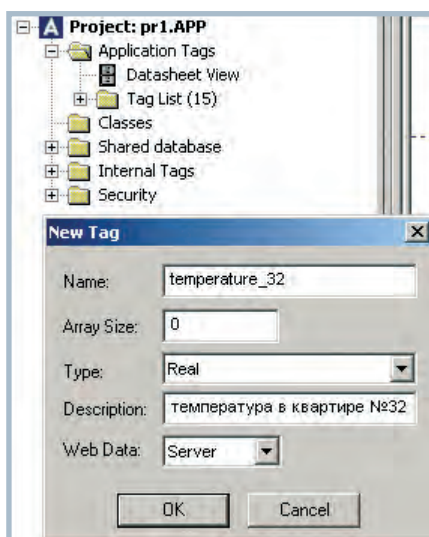

Рис. 3. Пример создания тега в AStudio
**База данных тегов** — единое хранилище всех переменных, используемых в проекте. Теги могут быть системными, например время и дата, разделяемыми с другими приложениями и пользовательскими. Возможные типы: двоичные, целые, с плавающей точкой и строковые. Возможно определение массивов тегов, классов тегов и указателей на теги. Кроме того, для каждого тега системно отслеживается ряд параметров, которые можно использовать в проекте, например, Уровень -> Max — максимальное значение тега Уровень. На рис. 3 показан пример определения тега для датчика температуры в квартире № 32.